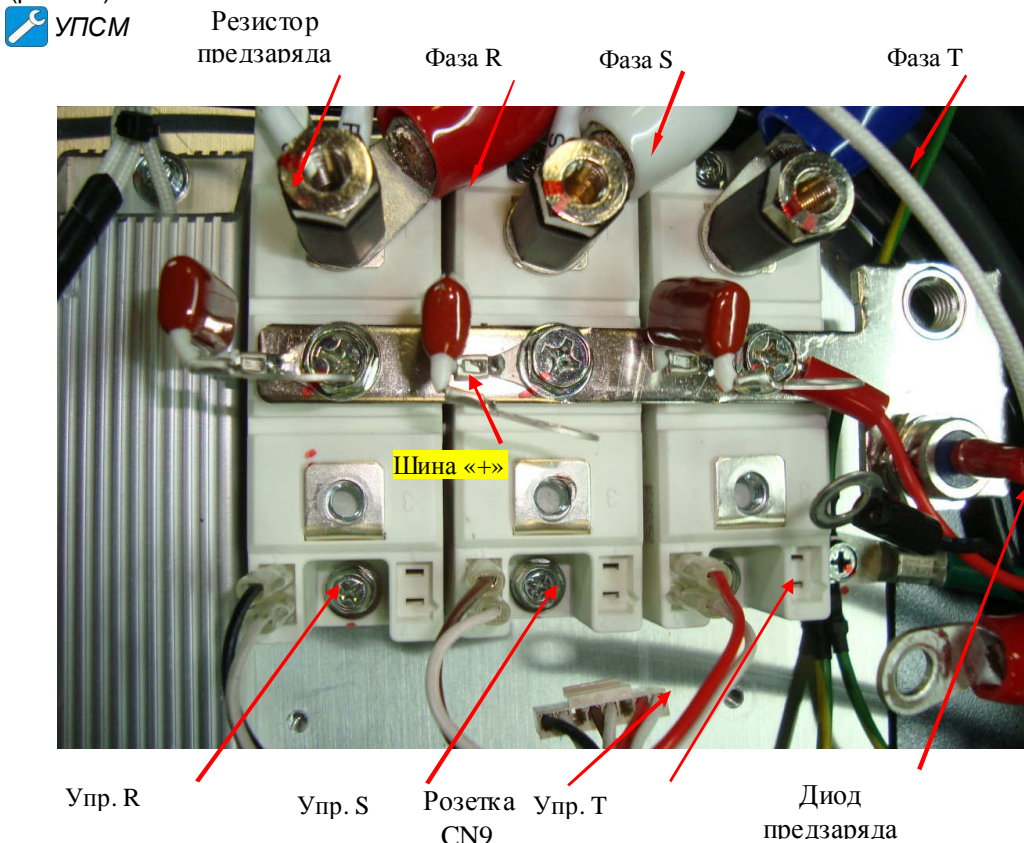

Рис. 4.7
Соединить выход «+» УПСМ с клеммой R (фаза R) преобразователя, выход « - » УПСМ с шиной «+» преобразователя, а выход «Упр.» УПСМ с контактом «Упр.R» (рис.4.7).
4.8.2. Если показания прибора отличаются от указанных в п. 4.8.1 цепь предзаряда считается неисправной и подлежит замене. Расположение элементов цепи предзаряда показано на рис. 4.7.